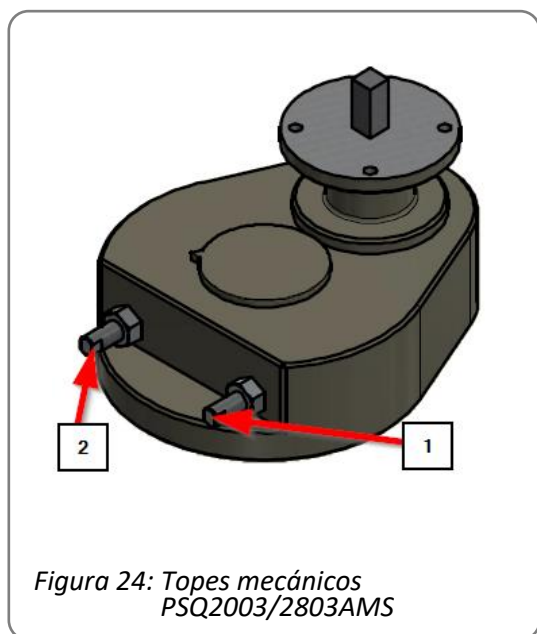

Figura 24: Topes mecánicos PSQ2003/2803AMS
- Gire el tornillo de tope para la posición cerrada (Figura 24, elemento 1) hasta el tope.
- Gire el tornillo de tope para la posición abierta (Figura 24, elemento 2) hasta el tope.